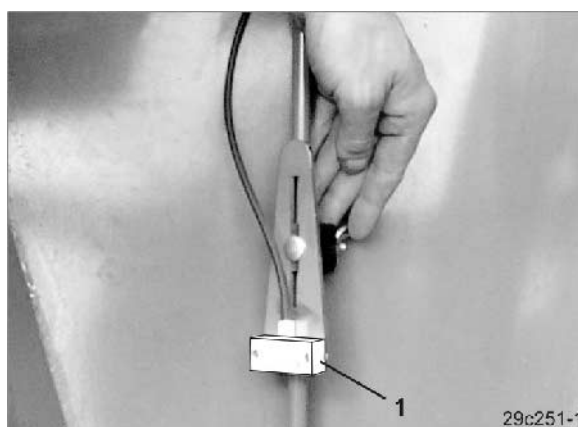

Рис. 51
- Откидная решетка в семенном бункере с блокировкой (Рис. 51/1).
Высота датчика уровня (Рис. 51/1) в семенном бункере регулируется. Таким образом, может регулироваться остаточное количество посевного материала, появление предупреждающего сообщения и аварийного сигнала.